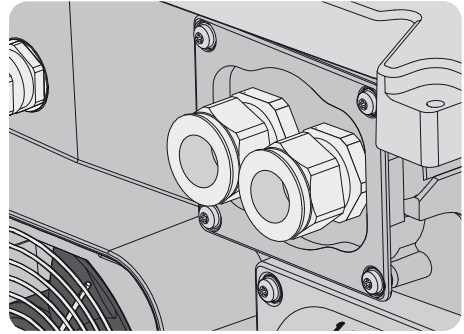

Figure 2.20 Presse-étoupe DC
2. Guidez les câbles à travers la base de l'onduleur via des presse-étoupes. Voir figure 2.20.